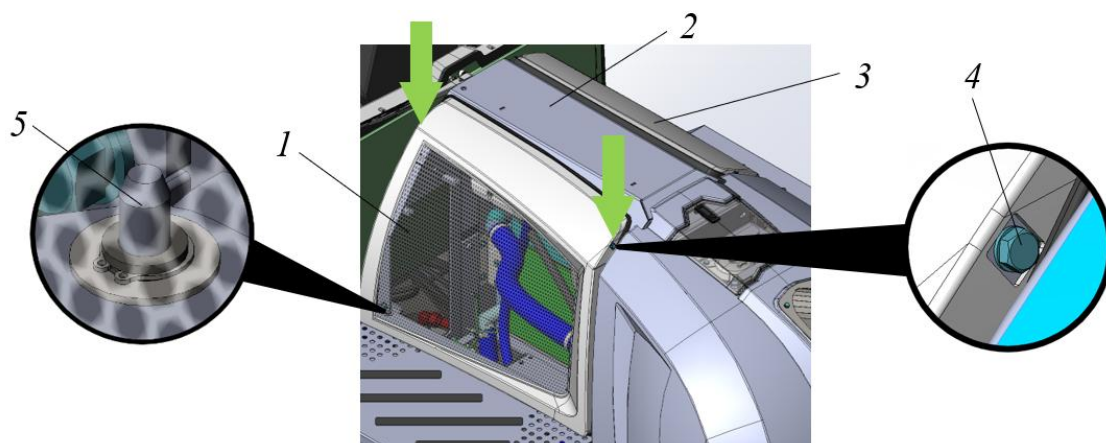

Рисунок 5.6. Крышки каркаса блока радиаторов
- Ключом (S=17) выкрутить 2 болта 4, рис. 5.6, места расположения болтов показаны стрелками.
- Потянуть крышку 1 вверх (высвободив ее из штифтов 5, рис. 5.6) и на себя.
- Установить крышку 1 на штифты 5, совместить отверстия крышки 1 с каркасом 2 и вкрутить болты 4, рис. 5.6. Болты 4 затянуть моментом 43-46 Н*м.